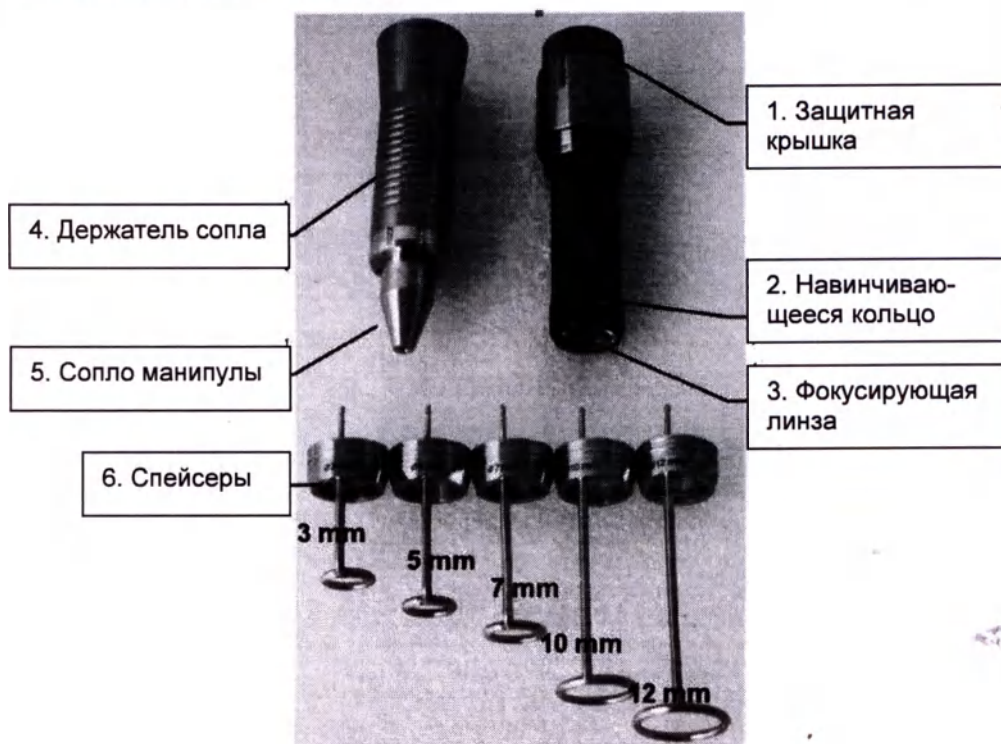

Рисунок 2: компоненты манипулы PS02
Манипула PS02 (см. рисунок 2) состоит из корпуса манипулы с фокусирующей линзой (3), сопла манипулы (5), держателя сопла (4), защитной крышки (1) и съемных спейсеров (6). Фокусирующая линза закреплена на корпусе манипулы навинчивающимся кольцом (2).
Манипула PS02 с размером пятна 3, 5, 7, 10 и 12 мм предназначена для использования с лазерными системами Fotona, оснащенными лазером Er:YAG 3 Дж. Размер пятна можно изменить с помощью различных спейсеров (см. рисунок 2).